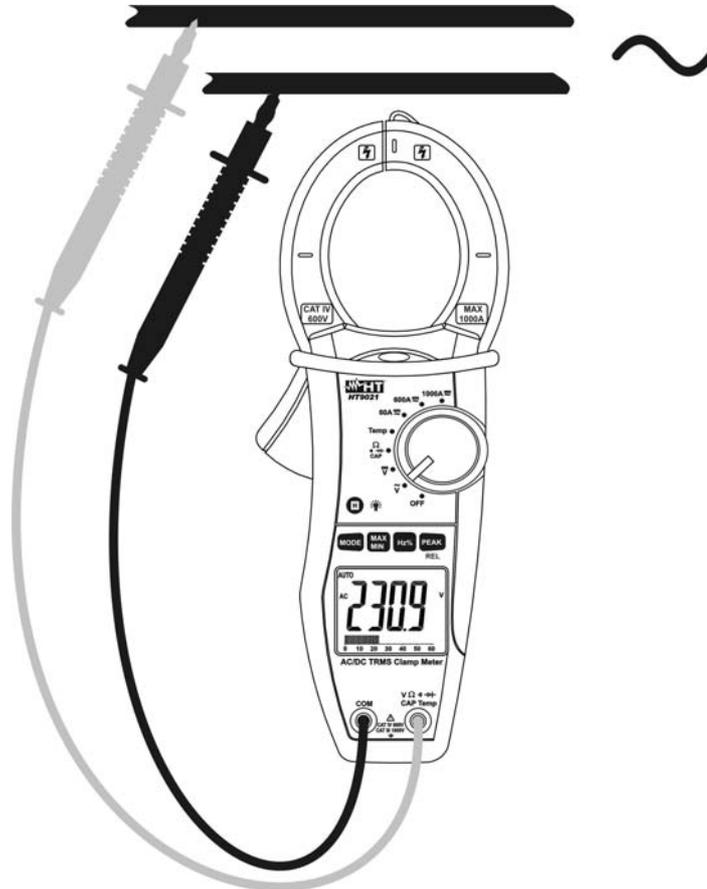

Fig. 2: Uso de la pinza en medidas de Tensión CA
2. Inserte el cable rojo en el terminal de entrada $V\Omega$ y el cable negro en el terminal de entrada **COM** (Fig. 2)